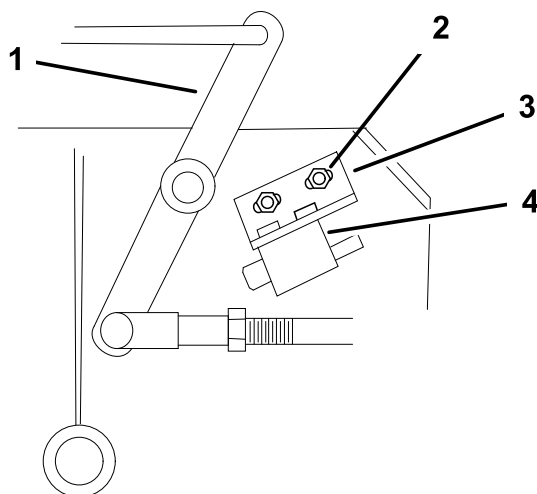

Bild 48
4. Stellen Sie sonst den Messersicherheitsschalter ein, indem Sie die Schrauben lösen, mit denen die Schalterhalterung befestigt ist (Bild 48).
Hinweis: Stellen Sie sicher, dass der Kippschalter das Schaltergehäuse **nicht** berührt, da der Schalter sonst beschädigt werden kann (Bild 48). Ziehen Sie die Befestigungshalterung des Schalters an.